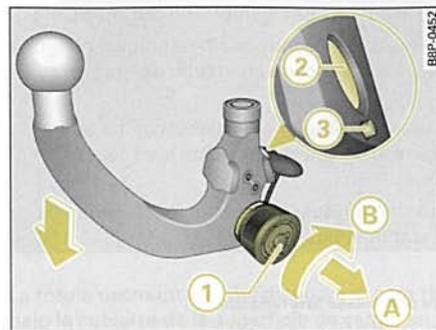

Fig. 199 Dispositivo desmontable para remolque: Pretensar la rótula
- Introduzca la llave (1) ⇒ fig. 199 en la cerradura de la rueda moleteada y girela hacia la marca roja.